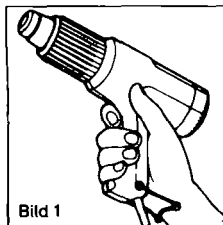

Bild 1
Beim Einsatz als Handgerät (Bild 1) faßt man das HL 1800 E wie eine Klebepistole oder Bohrmaschine am Handgriff (2) und kann so den Stufenschalter (3) mit dem Zeigefinger bedienen.